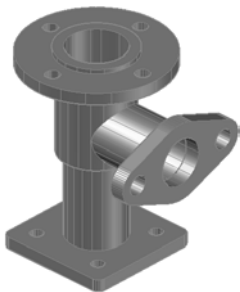

图 9-37 带边框平面着色
- 带边框平面着色：结合【平面着色】和【线框】选项。对象被平面着色，同时显示线框，如图 9-37 所示。